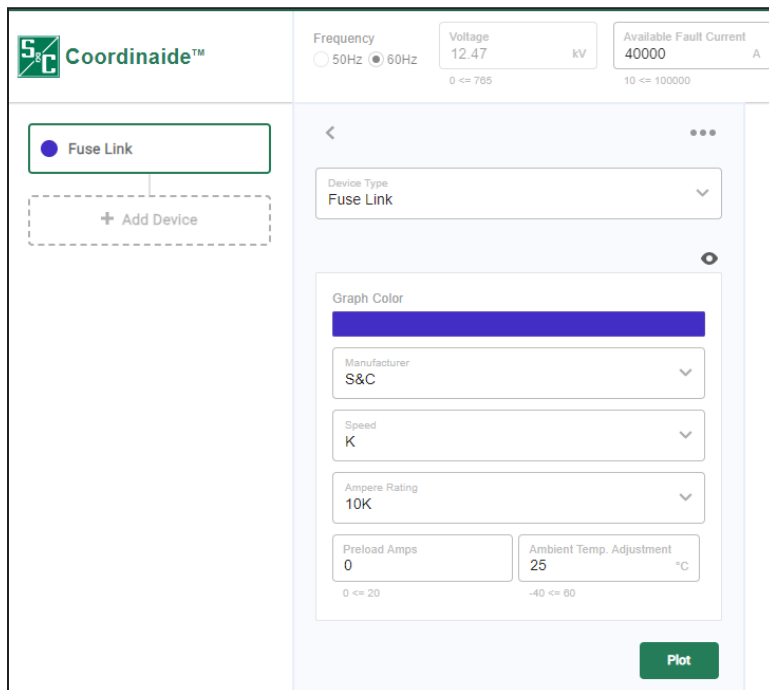

Figura 6. Caixa de diálogo Parâmetros do Dispositivo na tela *Programa*.
PASSO 2. Selecione o dispositivo de proteção a ser adicionado e introduza os parâmetros deste dispositivo na caixa de diálogo Device Parameters (Parâmetros do Dispositivo). Ver Figura 6.